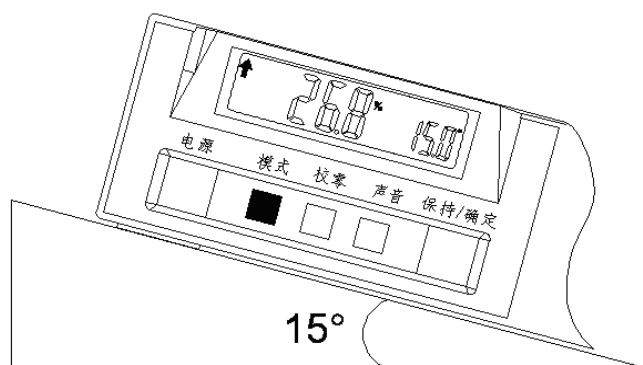

图 G-5
**设置方式:** 通过【模式】按钮设置, 见图 G-5 所示;
**设置方法:** 轻压【模式】按钮一次, 切换到高长比测量模式, 坡度计液晶显示区中间显示“%”, 左侧小字体显示测量角度, 右侧大字体显示高长比(即测量角度的正切值), 见图 G-5;
1) 轻压【模式】按钮两次，切换到相对角测量模式，坡度计液晶显示区中间显示“ABS”，见图 G-5；